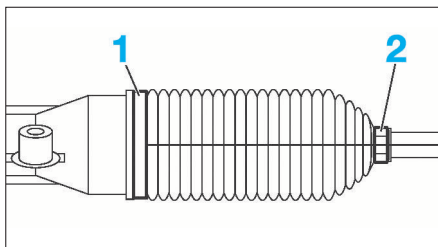

FIG. 1
- Déposer les colliers (1) et (2) (côté droit) (Fig.1).